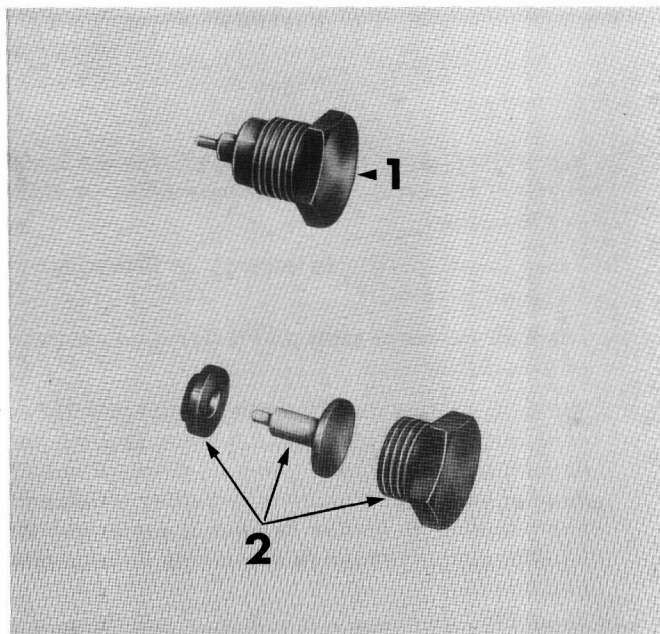

FIGURE 45 : Bouchon fileté.- Ancien et nouveau modèle — 1 = Nouveau, 2 = Ancien.
5. Comparer le bouchon fileté avec la Figure 45. Le bouchon représenté en bas de la Figure 45 est la pièce originale, et les pompes qui la comportent doivent être essayées conformément à la liste de contrôle A. Le bouchon fileté représenté en haut de la Figure 45 est la pièce modifiée, et les pompes qui la comportent doivent être essayées conformément à la liste de contrôle B.